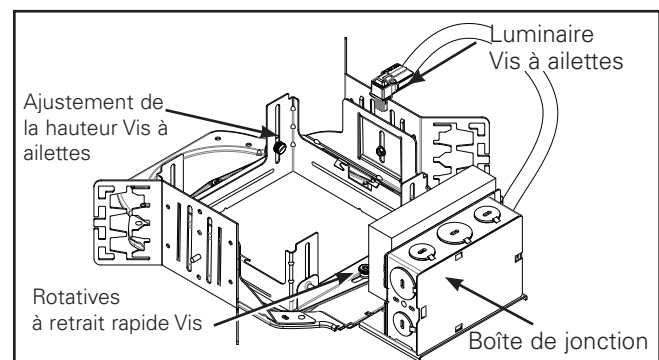
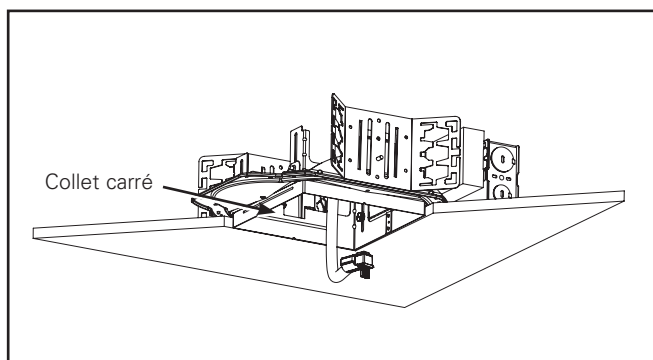

Figure 1.
Figure 2.
2. Ajustez les vis d'ajustement du support (Figure 1.) pour que le collet carré soit aligné avec la ligne de plafond fini. (Figure 2.) Le support de suspension est réversible pour permettre un ajustement complet de 12,7 cm (5 po.).
pour qu'il soit aligné avec le plafond. Une fois la hauteur souhaitée atteinte, serrez les vis à ailettes (Figure 1.).
4. (Rotation) : S'il est nécessaire d'effectuer une rotation des vis à collet carré, desserrez les deux vis à oreilles. Tournez les vis à collet carré jusqu'à la position désirée. Serrez les vis à oreilles au maximum (Figure 1.).
1. Insérez l'extrémité de la conduite flexible dans l'ouverture de la structure d'ouverture du plafond exposant la partie supérieure de la prise de débranchement rapide (Figure 2).